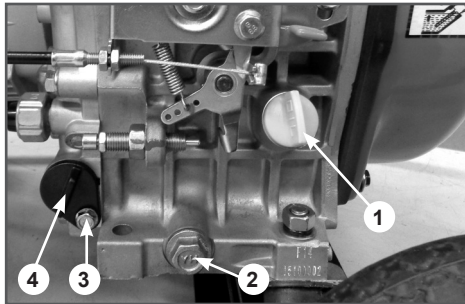

Рис. 11 Замена моторного масла
3. Извлеките крышку-щуп (Рис. 11 п. 1) из маслосливной горловины и вытрите щуп чистой ветошью.
4. Открутите пробку (Рис. 11 п. 2) для слива масла и слейте отработанное масло в подготовленную для этого емкость.
6. Открутите болт фиксации масляного фильтра (Рис. 11 п. 3). Во избежание пролива масла подложите кусок ветоши под масляный фильтр, после чего извлеките масляный фильтр (Рис. 11 п. 4).